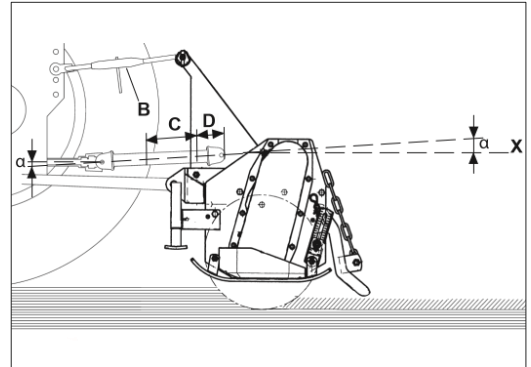
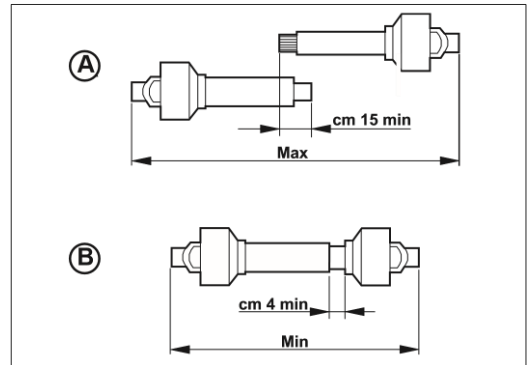

図 15
図 16
- このためには、ハウジングの溝付きリングの軸(X、図 15)が地面に平行になるように、トップリンクロッドの長さを長くまたは短くしてください。
- トラクターPTO 軸とジョイントチューブによって形成された 2 つの角度( $\alpha$ 、図 15)が、 $10^\circ$  を超えないようにしなければなりません。
- ジョイントのチューブ(C、図 15)が少なくとも 15 cm 重なり合っていないとなりません。(図 16)
- PTO シャフトの 2 つのチューブが完全には重なり合わないようしてください。必ず、少なくとも 4 cm の遊び(D、図 15)があるようにしてください。
- PTO シャフトの角度( $\alpha$ 、図 15)が  $40^\circ$  を超えないようにしてください。(図 15)
PTO シャフトが完全に嵌め込まれている状態では、遊びが少なくとも 4 cm なければなりません。(図 16)